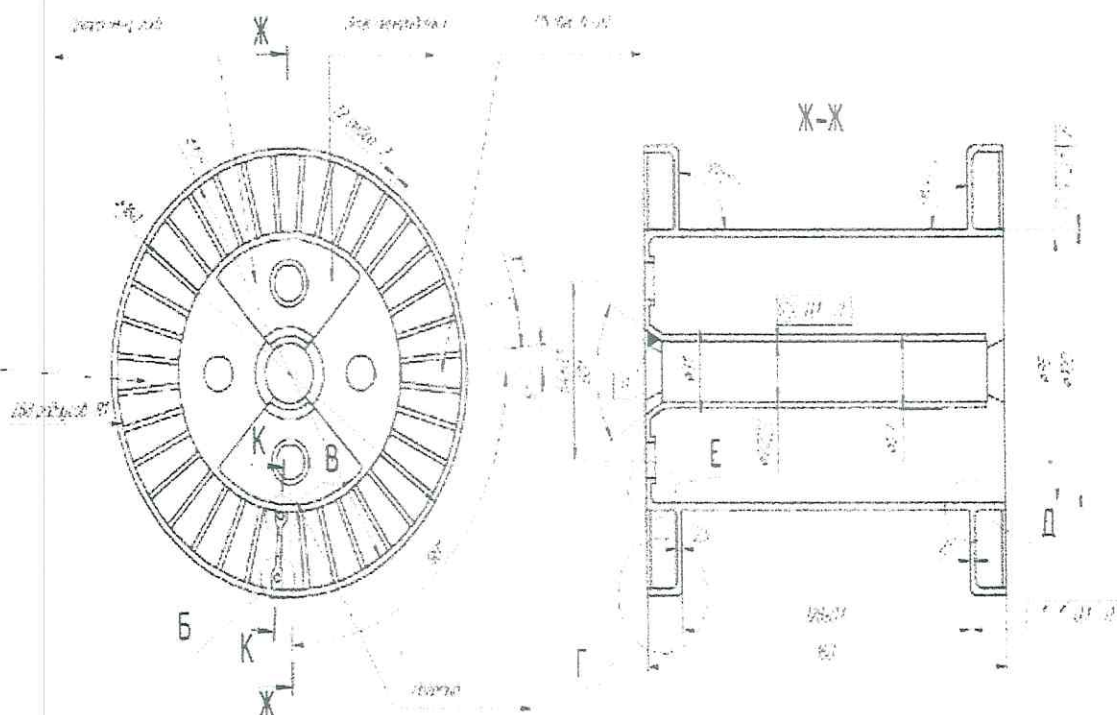

Рисунок 3 – катушка D160
3. Катушка D160 с массой наматываемой проволоки до 8кг. Размеры катушки Рисунок 3.